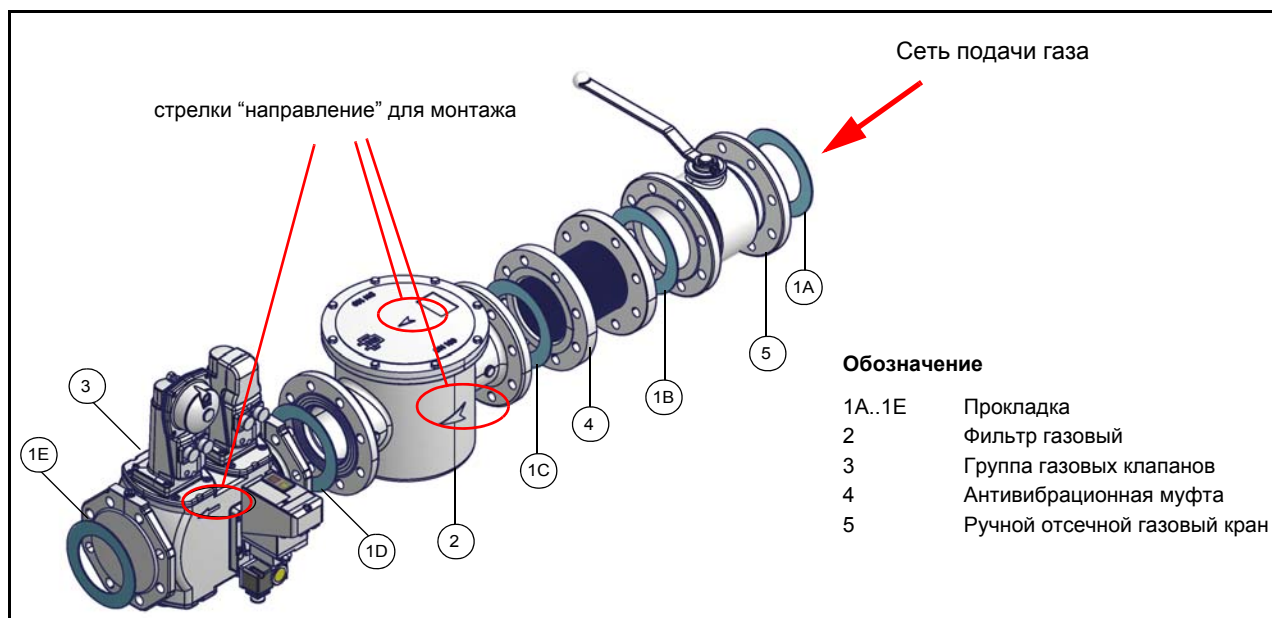

Рис. 8 - Пример газовой рампы
- 1 - б) при фланцевых соединениях: между соседними компонентами устанавливать прокладку (1A..1E - Рис. 8), совместимую с используемым газом,
ВНИМАНИЕ: после монтажа газовой рампы согласно схеме на Рис. 8, необходимо провести тестирование на герметичность газового контура, согласно требований действующих нормативов.